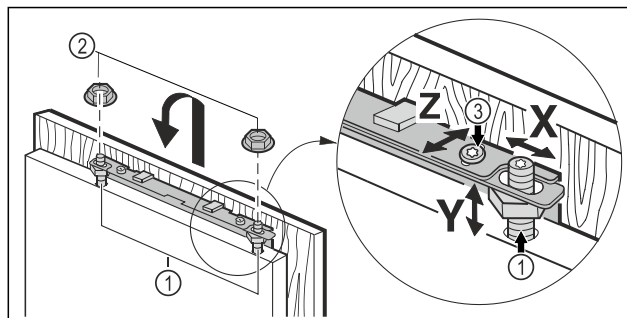

Fig. 46
- Zavěste nábytková dvířka na ustavovací čepy Fig. 46 (1) a pojistné matice Fig. 46 (2) a na ně volně našroubujte pojistné matice.
- Nábytkové dveře vyrovnejte ve výšce **Y** a ve stranovém sklonu: Ustavovací čepy Fig. 46 (1) nastavte šroubovákem.
- Pojistné matice Fig. 46 (3) dotáhněte.